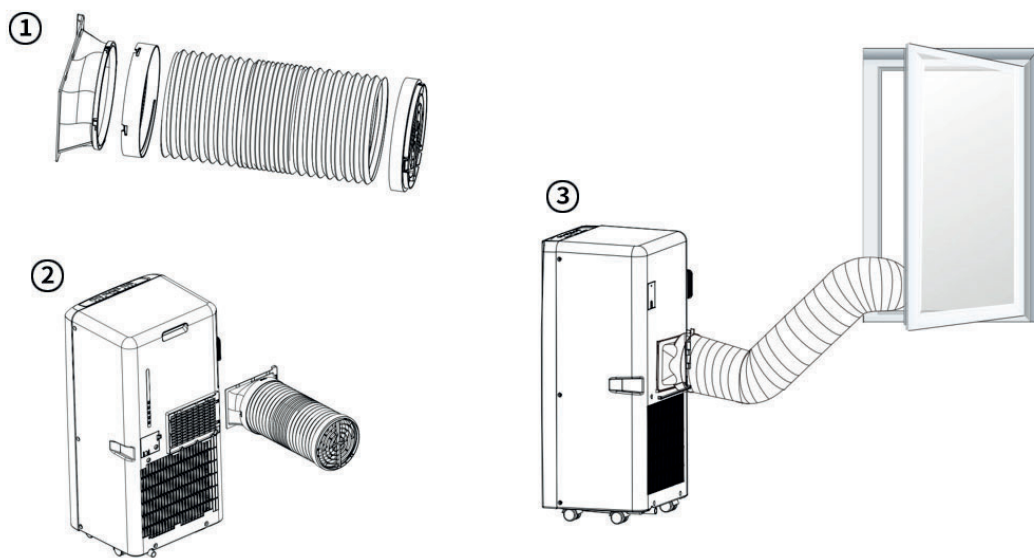

Fig. 4
3. Collocare l'altra estremità del tubo di scarico sul davanzale vicino alla finestra (vedere Fig.4).